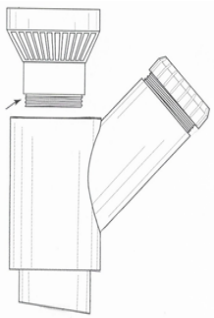

Fig. 1
2. Aplique cinta de plomero a las roscas de la válvula de admisión de aire (AAV) y atorníllela en la estrella (Fig. 1). \* Si el espacio es limitado dentro de la caja de salida, instale el AAV después de completar el Paso # 3.